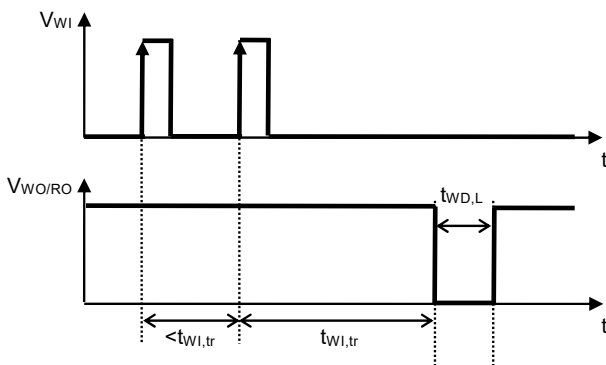

図7 ウォッチドッグトリガ時間
- \*1. ウォッチドッグタイマがタイムアウトまたはダブルパルスを検出した後、WO / RO端子が "L" を継続する時間 (図7参照)。この値は $C_{DLY}$ で変更可能です。
- \*2. ウォッチドッグタイマがトリガの検出を開始してから、タイムアウトを検出してWO / RO端子出力が "L" に変化するまでの時間 (図7参照)。この値は $C_{DLY}$ で変更可能です。